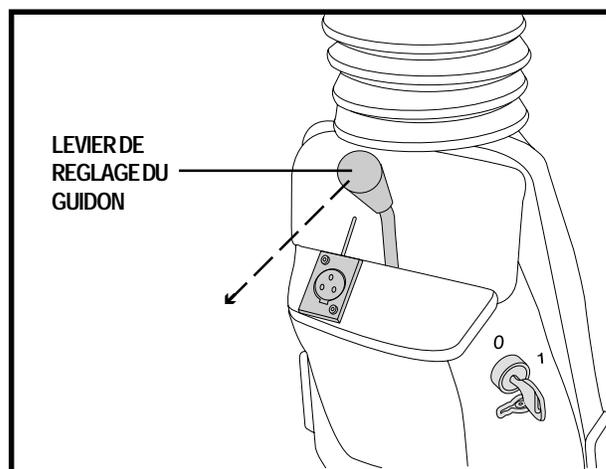

Figure 20. Réglage angle du guidon
1. Tirez le levier de réglage vers le bas. Voir la figure 20.